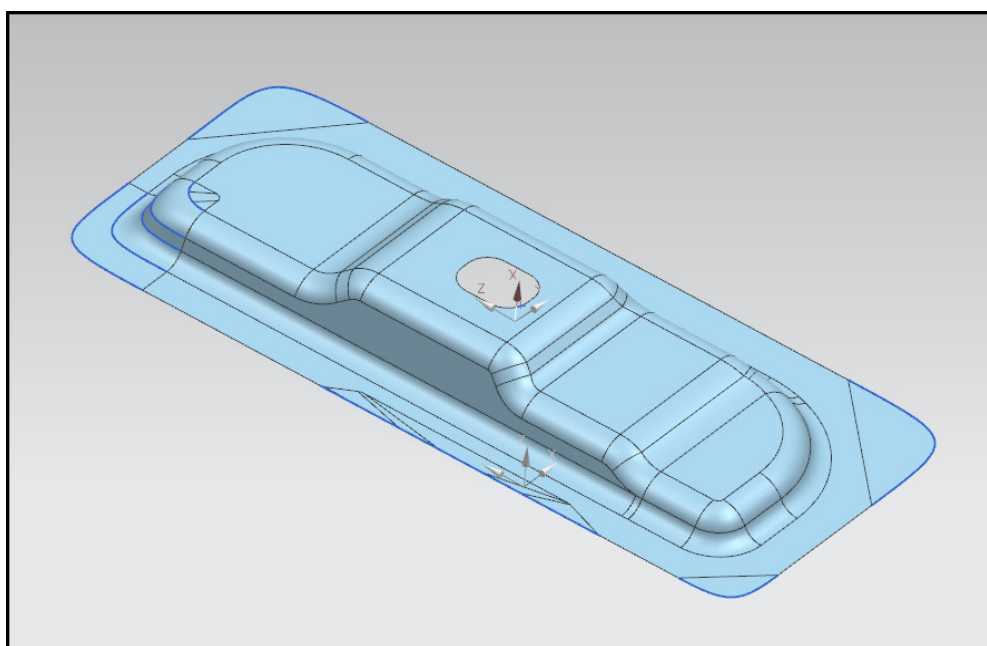

Рис. 7.12. Создание вспомогательных поверхностей
- После создания кривых можно сразу создать поверхности, которые будут использованы в качестве заливки на следующих шагах. Используйте операции **Вставить – Поверхность по сетке кривых – По сетке кривых**. С помощью данной функции создайте поверхности, ограниченные созданными кривыми и ребрами модели. Результат представлен на рис. 7.12.